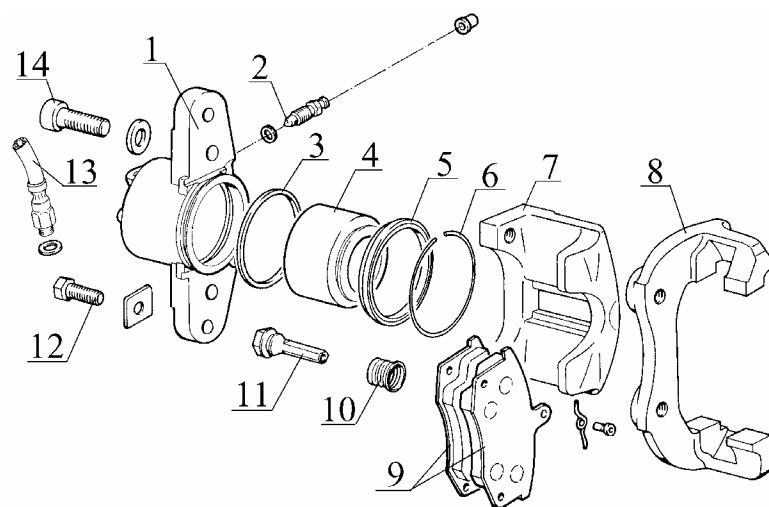

Рис.6 Детали суппорта переднего тормоза 2108/10/12-3501012/13.
6.2 Отсоединить шланг 13, рис.6, расконтрить и отвернуть болты 12 крепления цилиндра к направляющим пальцам, придерживая ключом за грани направляющий палец 11 (головка торцовая 13, вороток, ключ гаечный 17).